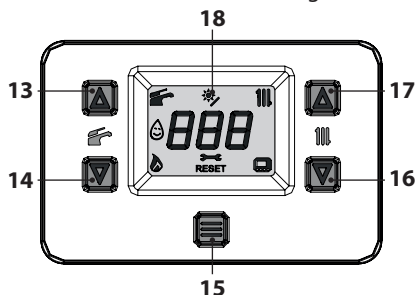

Figura 7.3
- Entrare in "modalità programmazione" premendo contemporaneamente per 5 secondi i tasti 14 e 16 (Figura 7.3) fino a far apparire sul display LCD le lettere **HiS** che indicano il